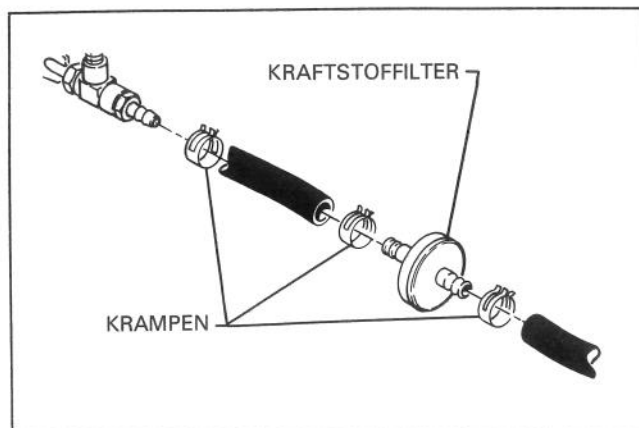

Abb. 18
30. Das Ende der Kraftstoffleitung wieder an das Kraftstoffverschlußventil anbringen und mit einer Krampe sichern (Abb. 18).
31. Mit den (2) zuvor entfernten Bolzen den Kraftstofftank und die obere Tankhalterung am Motor anbringen. Bolzen auf 18,64 N.m. anziehen.
32. Die bestehende Kraftstoffleitung halbieren und den Kraftstofffilter mit (2) Krampen anbringen.
34. Die (2) Drähte vom Schalter, die an den Motor angeschlossen sind, abtrennen und wegwerfen.